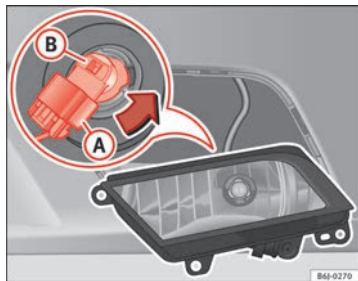

Abb. 142 Nebelscheinwerfer
- Ziehen Sie den Stecker ⇒ Abb. 142 (A) von der Lampe ab.
- Drehen Sie den Lampenträger ⇒ Abb. 142 (B) nach links und ziehen Sie.